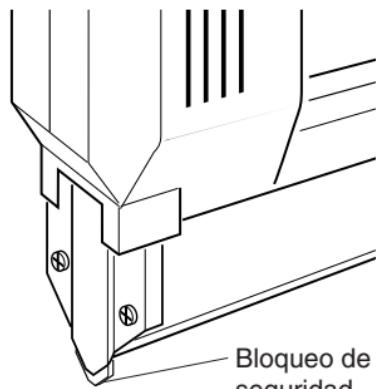

Figura 6
- Agarre la herramienta con firmeza y sosténgala contra la superficie de la pieza de trabajo. Presione lo suficiente el bloqueo de seguridad. El bloqueo de seguridad de la herramienta está a la salida del clavo (vea la Figura 6).